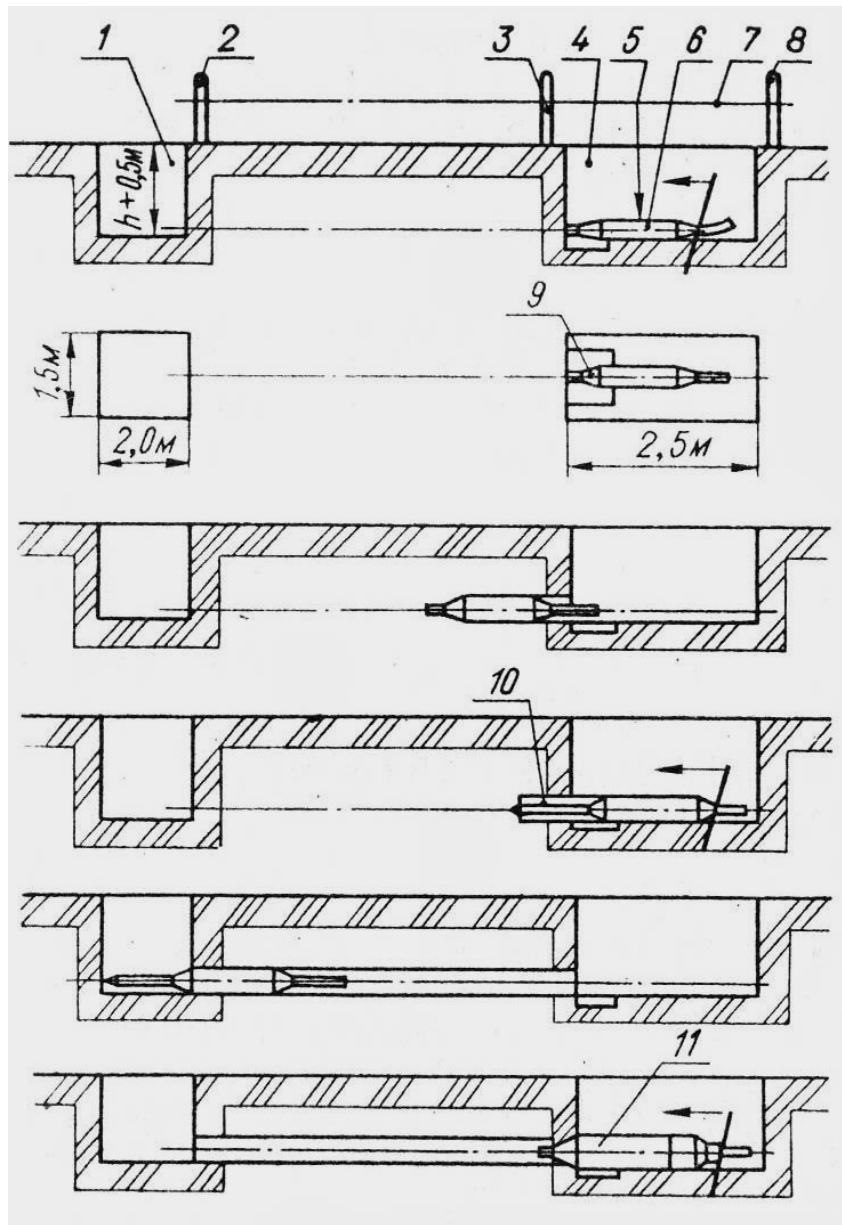

Рис.15. Схема производства работ при проходке скважин
В начале и конце перехода отрыть рабочие приямки: входной 4 (рис.15), из которого производится пуск пробойника и приемный 1 - для выхода устройства из грунта. Размеры приямков указаны на рисунке.
Для ориентирования устройства можно воспользоваться следующим приемом. Параллельно оси скважины (рис.15) натягивают на кольшках 2, 3, 8 шнур 7. Если скважина пробивается под дорогой, то устанавливают промежуточный кольшек, закрепляют на нем шнур, а часть шнура над дорогой снимают. Затем с помощью отвеса 5 устанавливают пробойник так, чтобы его ось была параллельна шнуру. Для ориентирования пробойника в вертикальной плоскости удобно пользоваться уровнем, а при значительной длине скважины и сложном рельефе поверхности рекомендуется применять геодезические инструменты.
- проверить правильность ориентирования пробойника, и при необходимости откорректировать направление проходки смещением пробойника (рис. 15) и вторично запустить пробойник;
Скважины Ø200мм образуют повторной проходкой пробойника с закрепленным на нем расширителем 11 (рис.15) по предварительно пройденной скважине Ø130мм. После проходки скважины и выхода пробойника в приемный приямок провести демонтаж расширителя.
Удлинитель 10 (рис.15) применяют при проходке скважин в слабых грунтах. Для этого следует: